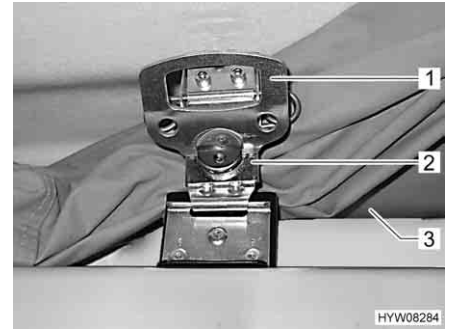

Bild 27 Schnellspannschloss, verriegelt
- Griff (Bild 27,1) am Schnellspannschloss (Bild 27,2) eine halbe Umdrehung im Uhrzeigersinn drehen.
- Zeltstoff (Bild 27,3) einrollen und hinter den Rand schieben.